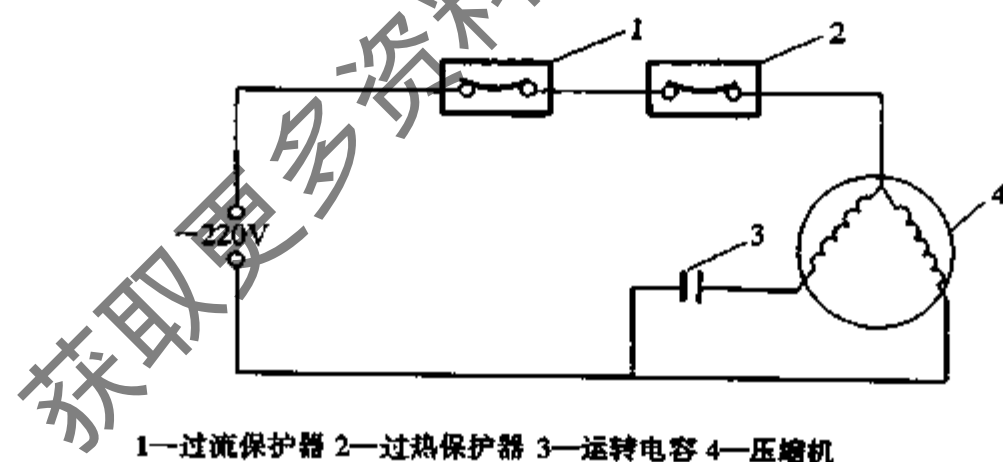

图 3-8 电容运转式电路
(1) 电容运转式电路如图 3-8 所示，这种电路启动转矩较小但简单可靠。有的空调器除在压缩机上安装过热保护器外，还在电器控制盘上安装过流保护装置。